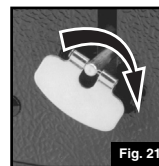

Fig. 21
- Éteignez le brûleur auxiliaire en fermant sa SOUPAPE. (Fig. 21)